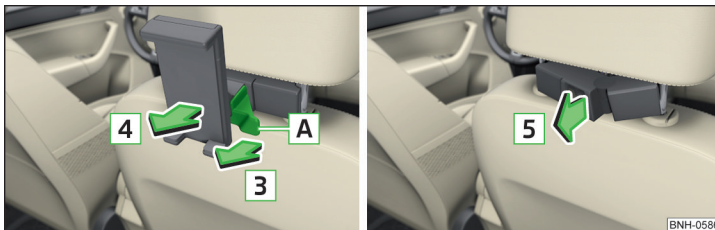

Abb. 97 Abnehmen: Halter / Adapter
- Zum **Abnehmen** an der Sicherungslasche **A** in Pfeilrichtung **3** ziehen und den Halter in Pfeilrichtung **4** aus dem Adapter nehmen » Abb. 97.